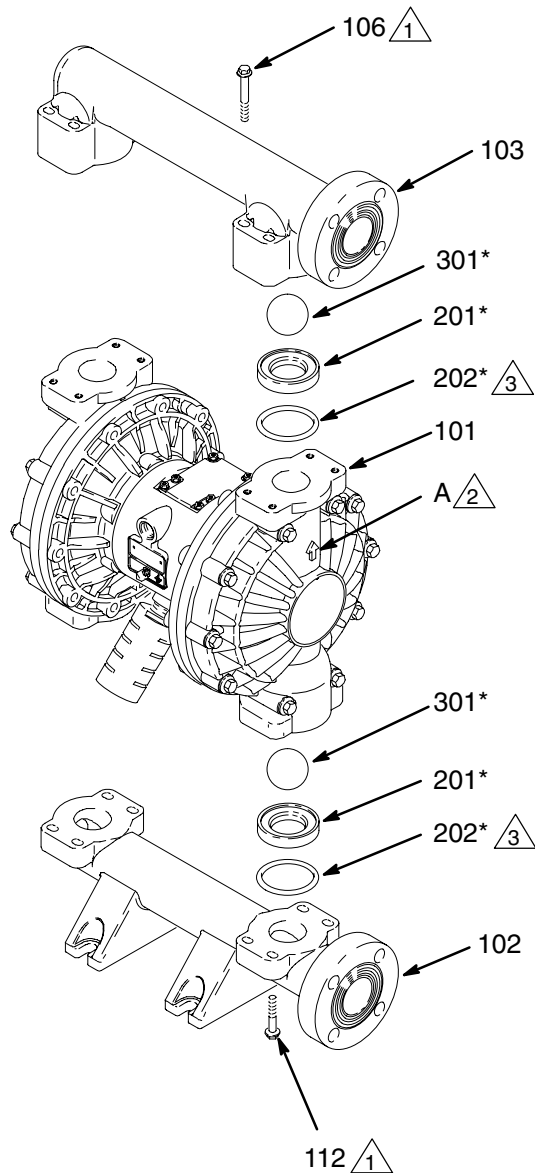

Fig. 11
3. À l'aide d'une clé à douille de 10 mm, retirez les huit boulons (106) maintenant le collecteur de sortie (103) aux capots à fluide (101). Consultez la Fig. 11.
4. Retirez les sièges (201), les billes (301) et les joints toriques (202) du collecteur.
2. Remontez dans l'ordre inverse, en suivant toutes les remarques de la Fig. 11. Assurez-vous que les clapets à bille sont montés **exactement** comme indiqué. Les flèches (A) sur les capots à fluide (101) **doivent** être orientées vers le collecteur de sortie (103).
-  La flèche (A) doit être orientée vers le collecteur de sortie (103).